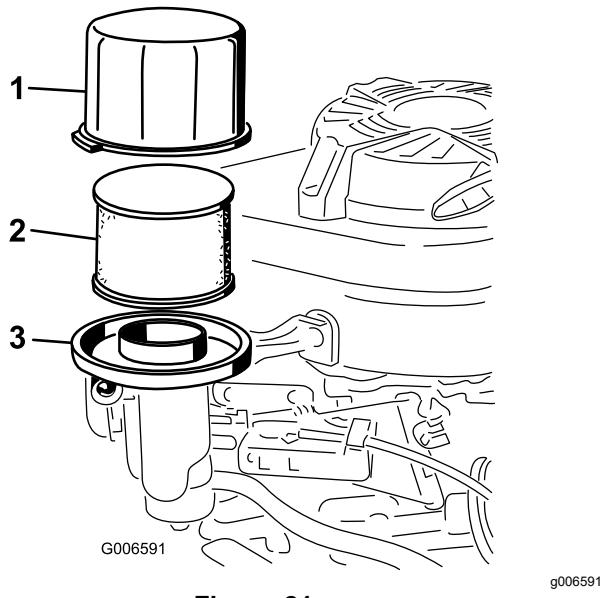

Figure 21
3. Déposez le couvercle et nettoyez-le soigneusement (Figure 21).
4. Retirez le préfiltre en mousse de l'élément en papier (Figure 21), et remplacez l'élément papier s'il est très encrassé.